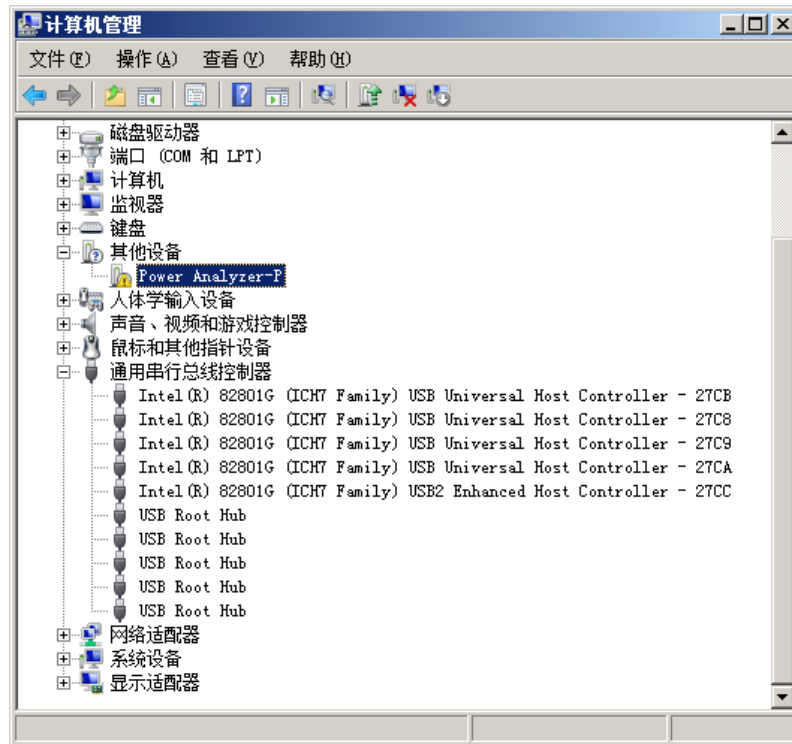

图 2.11 出现新的 USB 设置
1. 第一次将 PA 功率分析仪连接到 PC 机，设备管理器中会出现带黄色“！”或“？” Power Analyzer-P USB 新设备（XP 是“？”、Win7 是“！”），如图 2.11。